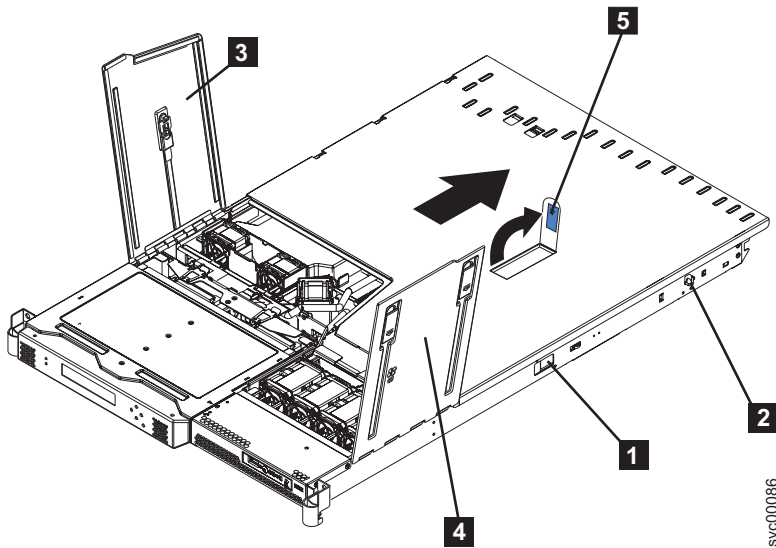

図 68. ファン・ドアを開いた状態の SAN ボリューム・コントローラー 2145-8F2 または SAN ボリューム・コントローラー 2145-8F4
- b. 両方のサイド・リリース・ラッチ (左と右) をノードの前方に向かってスライドさせます。両方のレール・ロック・ピン (92 ページの図 68 の **2**) が垂直位置にあることを確認し、ノードを引き出して、ラックから取り外します。